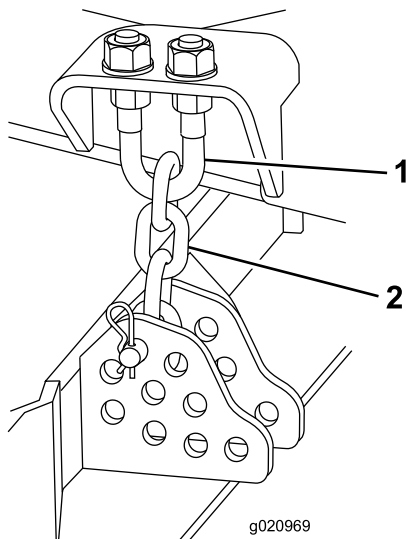

Bild 77
3. Entfernen Sie den Splint und den Lastösenbolzen, mit denen die Schnitthöhenkette an der Rückseite des Mähwerks befestigt ist (Bild 77).